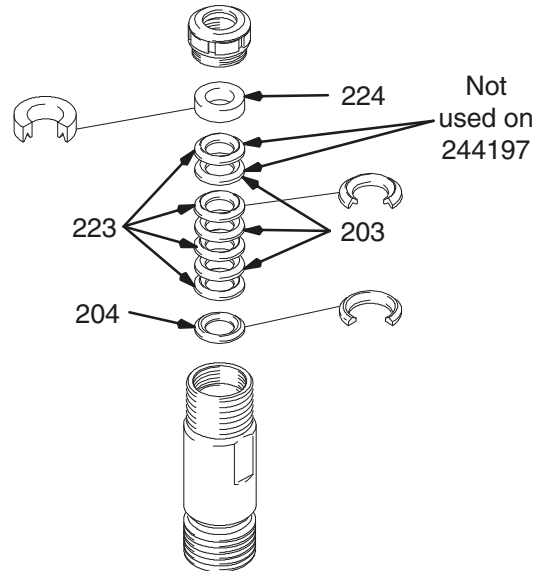

Fig. 12
Fig. 12. Immergere tutti i premiguarnizioni in cuoio in olio SAE 30W per almeno 1 ora prima del montaggio. Posizionare il premistoppa maschio (204) nel cilindro. Impilare alternativamente premiguarnizioni UHMWPE (203) e in cuoio (223) (fare attenzione all'orientamento). Posizionare il premistoppa femmina (224) sulla sommità del cilindro. Sistemare i premiguarnizioni.